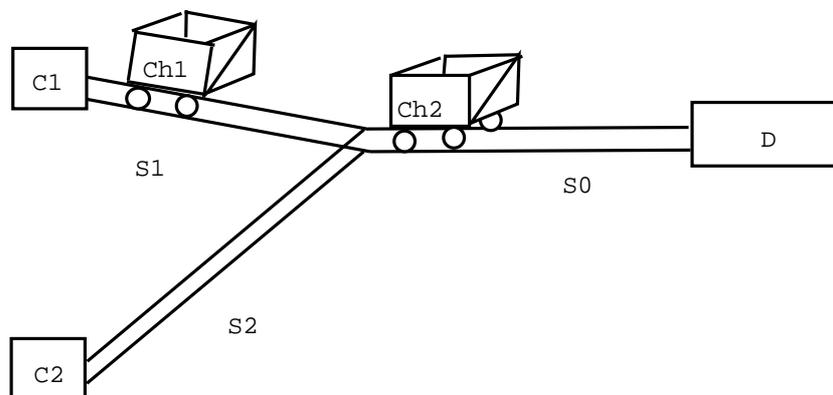

Figure 2: Deux chariots
2. Un deuxième chariot Ch_2 transporte du matériel d'un second point de chargement C_2 au point de déchargement D en empruntant une voie ferrée découpée en deux secteurs S_2 et S_0 (voir figure 2). Au départ, le chariot Ch_2 est sur le point de chargement C_2 . Noter que le point de déchargement D et le secteur S_0 sont communs aux chariots Ch_1 et Ch_2 . Le chariot Ch_1 (respectivement Ch_2) sur la voie S_1 (resp. S_2) ne peut emprunter la voie S_0 que si cette voie et le point de déchargement D sont libres.